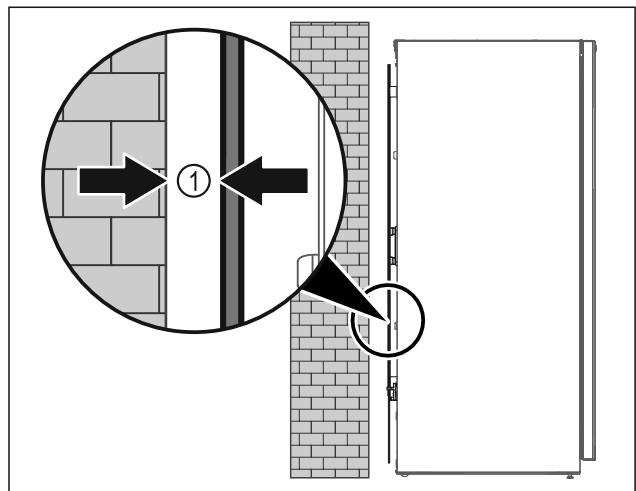

Fig. 7
- Поставити пристрій в приміщенні окремо або безпосередньо до стіни на відстані 5 мм Fig. 7 (1).